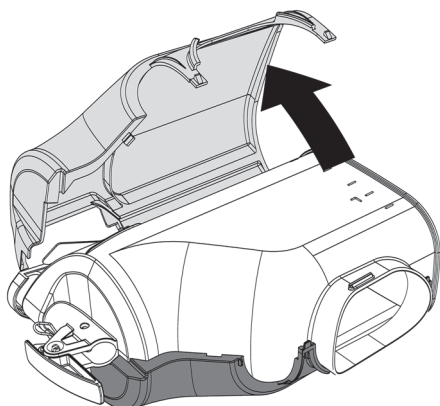
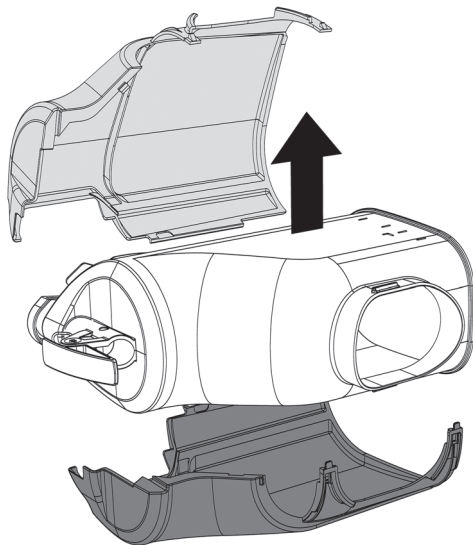

figura 17
figura 18
- 2** Rimuovere la parte sinistra del recover e successivamente la destra. (vedere figura 17)(vedere figura 18).